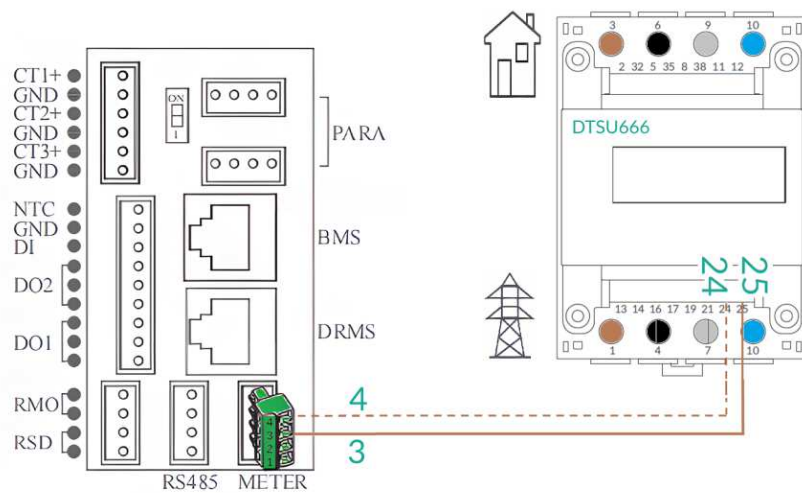
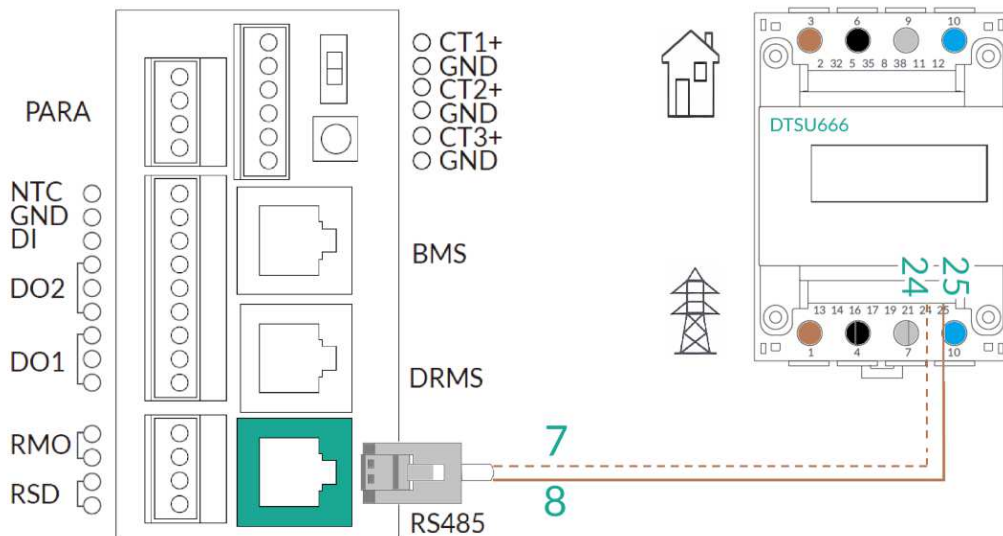

Abbildung 26: Anschluss Smart Meter am Wechselrichter (4-poliger Stecker)
Abbildung 27: Anschluss Smart Meter am Wechselrichter (RJ45 Stecker)
- Je nach Ausführung des Anschlussfeldes wird ein vierpoliger Stecker (im Wechselrichter-Lieferumfang) oder ein RJ45-Stecker verwendet, s. Abbildung 26 / Abbildung 27.